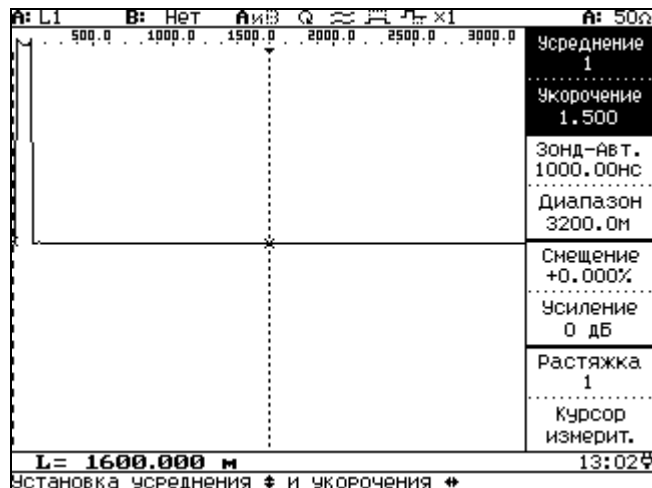

Рисунок 6.10
6.3.9 Режим изменения параметров усреднения и коэффициента укорочения (рисунок 6.10) выбирается нажатием кнопки F1.